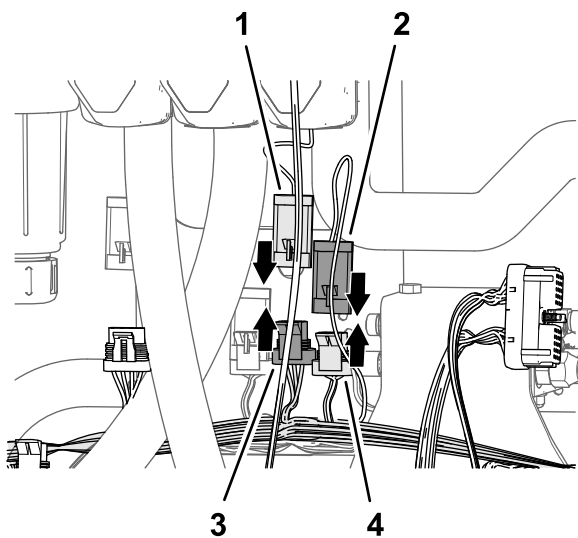

Рисунок 88
2. Подсоедините 3-штыревой разъем ответвления жгута проводов длиной 89 см из комплекта с маркировкой MASTER VALVE (ГЛАВНЫЙ КЛАПАН) к 3-гнездовому разъему жгута проводов машины с маркировкой MASTER SPRAY VALVE (ГЛАВНЫЙ КЛАПАН ОПРЫСКИВАТЕЛЯ) (Рисунок 88).
3. Подсоедините 3-штыревой разъем привода главного клапана опрыскивателя к 3-гнездовому разъему ответвления жгута проводов длиной 89 см из комплекта с маркировкой MASTER VALVE (ГЛАВНЫЙ КЛАПАН) (Рисунок 88).